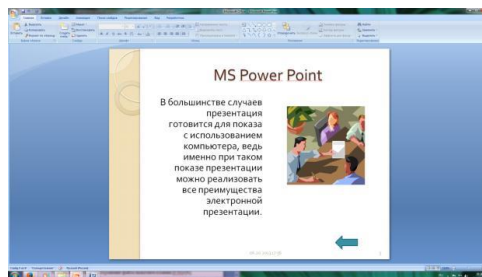

Рис. 7. Шестой слайд презентации – текст с рисунком
3. В левую рамку введите текст по образцу. Выполните правостороннее выравнивание текста (рис. 7).